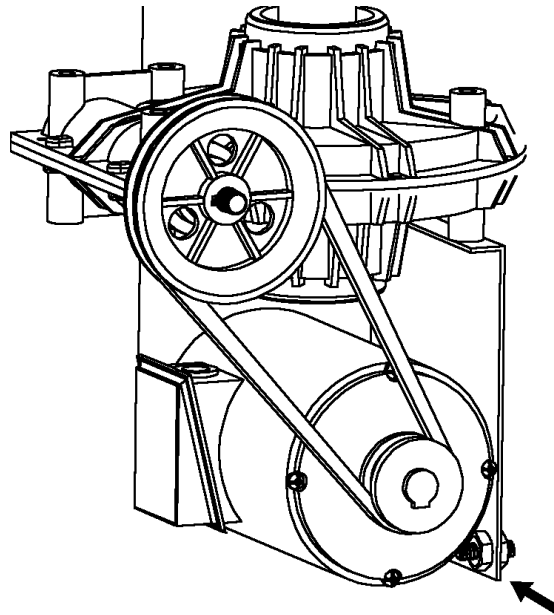

Рисунок 9
7.5 В случае отключения энергии проверьте, натянут ли ремень. Чтобы сделать это снимите левую сторону панели, отвинтив шесть винтов. Натяните ремень, используя винт регулировки, расположенный на подставке для мотора (рисунок 9).